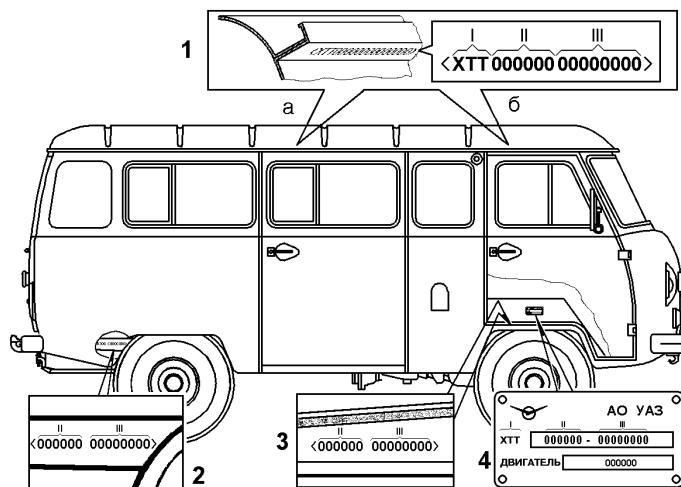

Рис. 1.10. Маркировка транспортного средства:
**Идентификационный номер транспортного средства** (рис. 1.10) выбивается на табличке заводских данных и на желобе крыши (на автомобилях УАЗ-220695, УАЗ-396295, УАЗ-396255 и их модификациях - в двух местах "а" и "б"; на автомобилях УАЗ-330395, УАЗ-374195, УАЗ-390995, УАЗ-330365, УАЗ-390945 и их модификациях - в одном месте "б").
**Идентификационный номер кузова (кабины)** (рис.1.10) выбивается на горизонтальной панели проема правой передней двери.